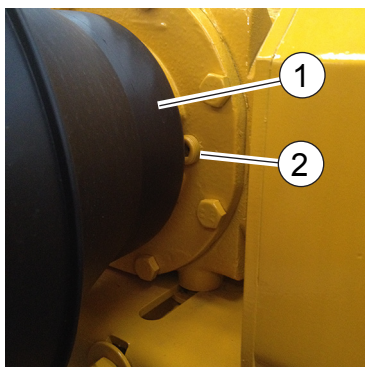

Fig.54
- Rimuovere la protezione (1, "Fig.54").
- Svitare il tappo (2, "Fig.54"). Se l'olio affiora dalla sede del tappo significa che il livello è corretto. In caso contrario rabboccare (olio tipo SPARTAN EP150, o equivalente)
- Remove the protection (1, "Fig.54").
- To unscrew the cork (2, "Fig.54"). If oil emerges from the seat of the cap means that the level is correct. Otherwise top up. (oil type SPARTAN EP150, or equivalent)
- Enlever la protection (1, "Fig.54").
- Devissier le bouchon (2, "Fig.54"). Si l'huile ressort du siège du bouchon cela signifie que le niveau d'huile est correcte. En cas contraire recharger (l'huile type SPARTAN EP150 ou equivalent)